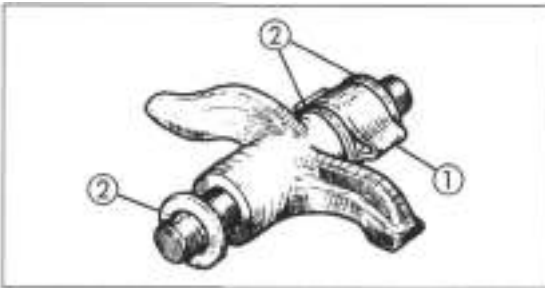

Bild 24
- Federklammer 2 Bild 24 von Kipphebelachse abziehen.
Passendes Käppchen einsetzen, Kipphebel einschieben und Federklammer auf Kipphebelwelle aufschieben. Dabei auf ursprüngliche Einbaulage der Scheiben achten (Scheiben sorgen für 0 bis max. 0,05 mm Axialspiel der Kipphebel auf Welle). Scheiben beidseitig an Federklammer positionieren (Bild 24).